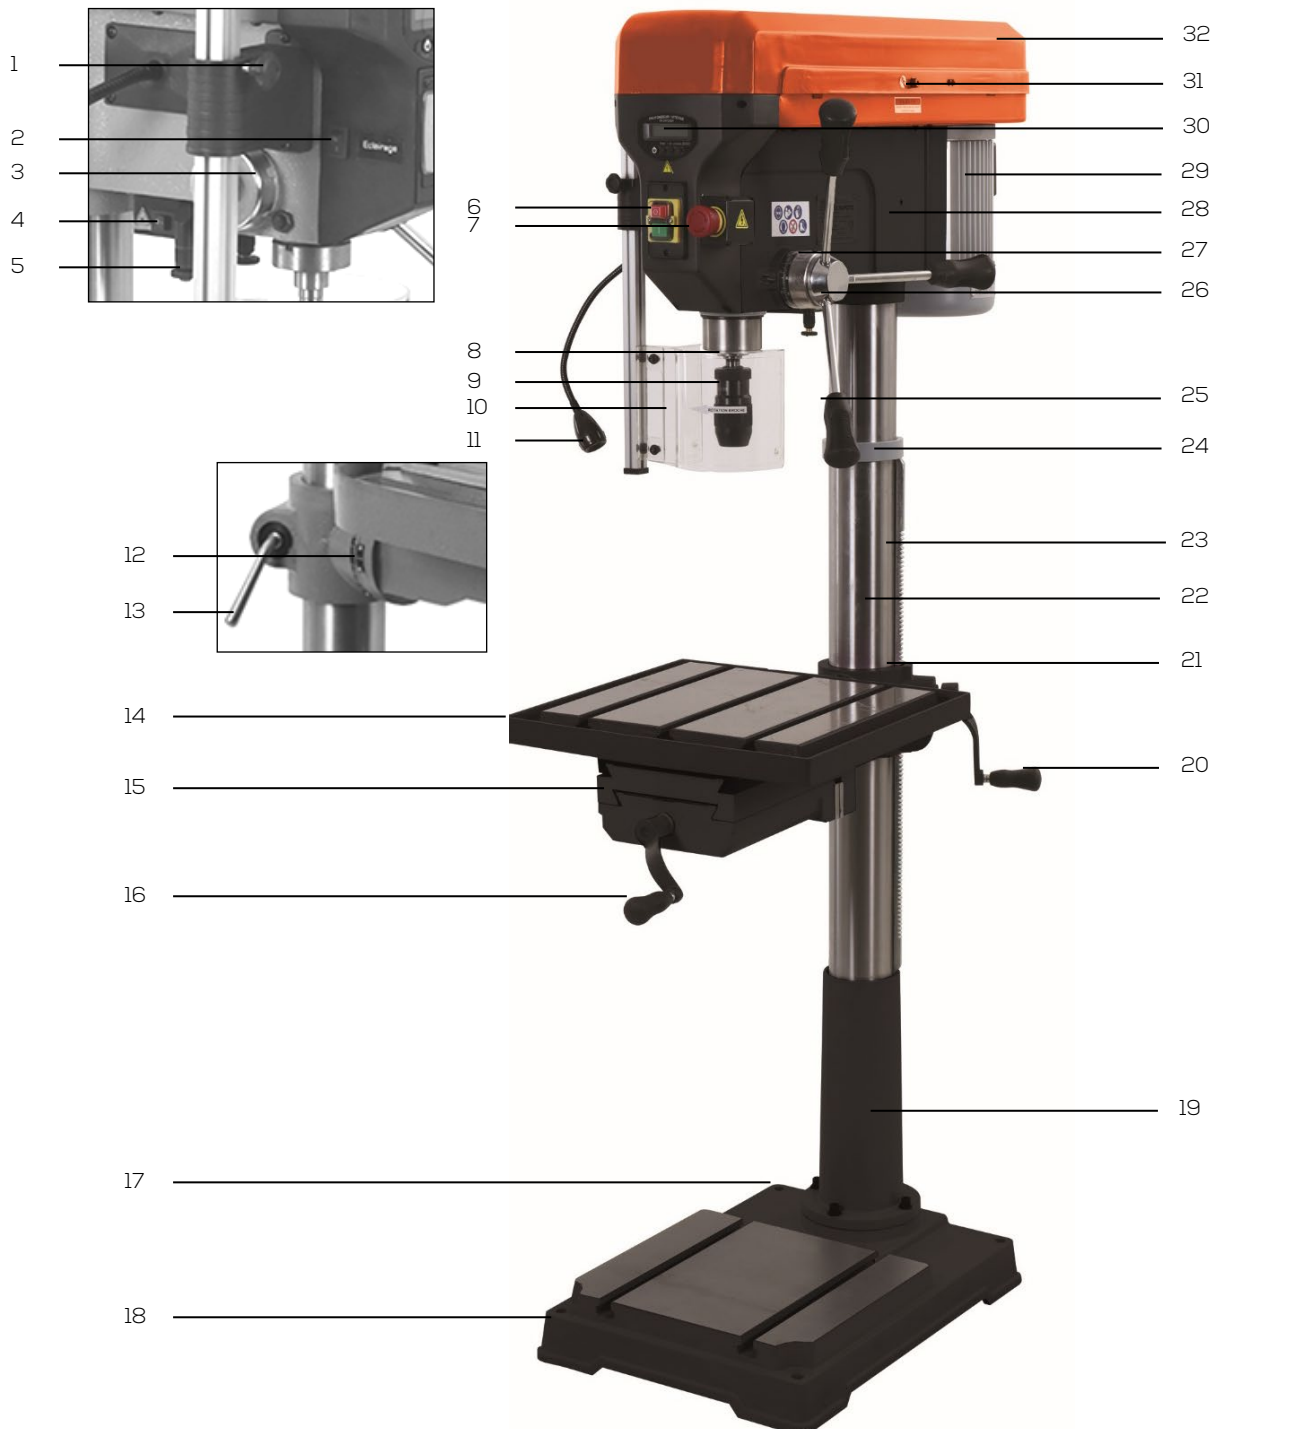

Figure 1
4. Retirer la crémaillère (B) de la colonne.
5. Insérer la poignée de blocage collier support de table-étau (13 fig.1).
12. Serrer la poignée de blocage du collier support de table-étau (13 fig.1)
Prévoir des trous de fixation en correspondance des points de fixation de scellement base (17 fig.1) et procéder à la fixation. Fixer la machine au moyen de rondelles, d'écrous et de boulons de fixation appropriés.